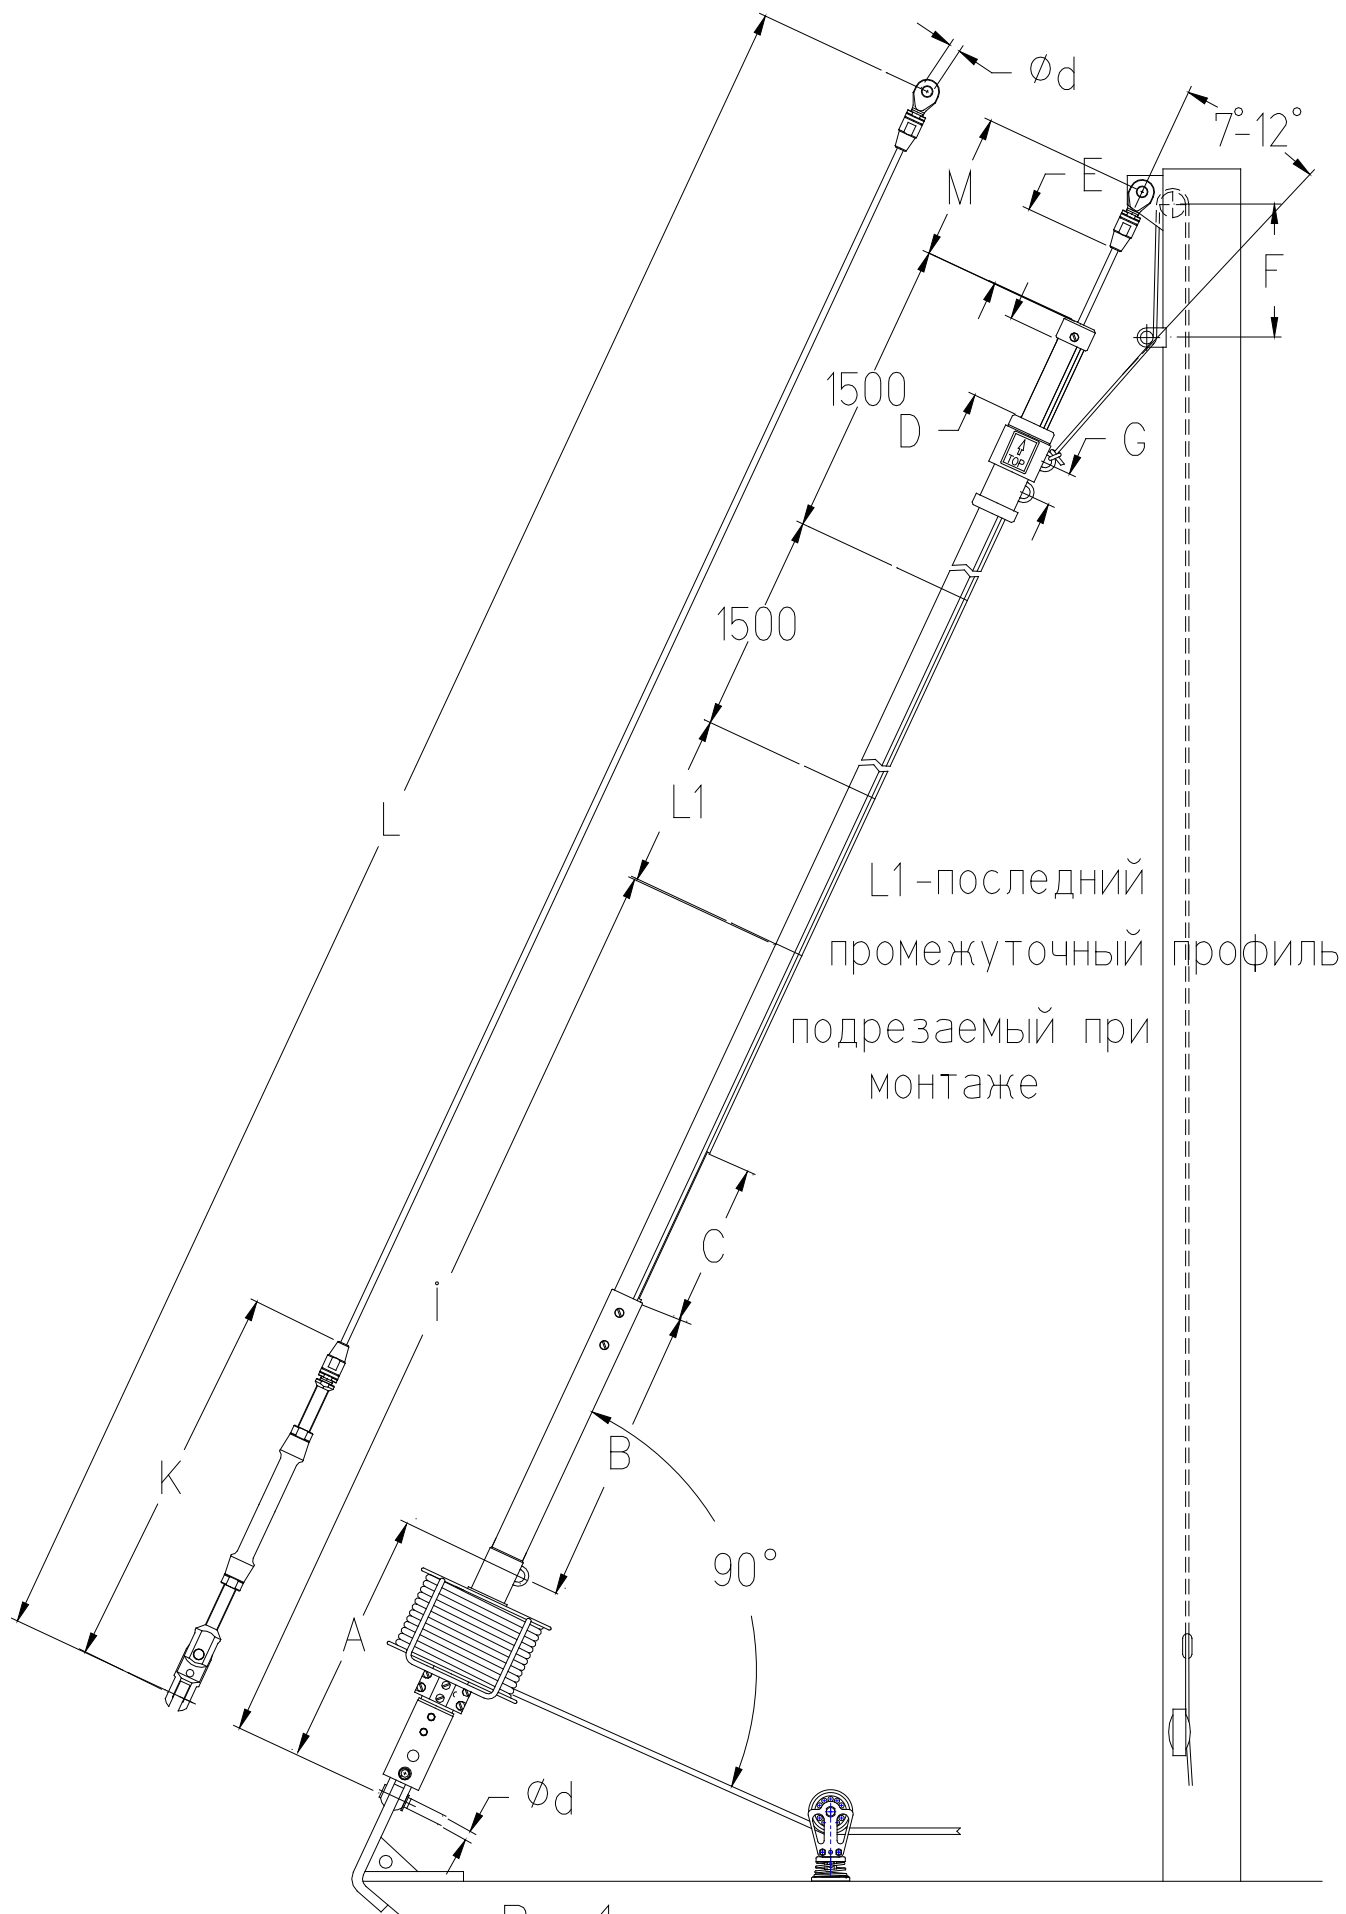

Рис.1
4.2.1. Подняться на беседке к топу мачты и используя четыре заклепки прикрепить блок к передней части мачты, как показано на рис. 1, соблюдая размеры, указанные в табл. 2.
4.3.1. Находясь на беседке у места крепления штага к мачте, с помощью рулетки или мягкого троса, измерить размер L (см. рис.1)
4.3.2. Имея размер L, а также необходимые размеры согласно рис.1 и табл. 2, отрезать трос на штаг необходимой длины.
4.7.1. Вставить обух компенсатора в вилку талрепа и зафиксировать пальцем (см. рис.1)
4.7.3. Вилку компенсатора вставить в штагпутенс и зафиксировать (см. рис.1).
4.8.2. Фиксируем детали между собой с помощью двух втулок, пальца и двух шплинтов (см. рис.1).
ВНИМАНИЕ! Сход (заход) приводного линя на барабан обеспечить в соответствии с рис.1